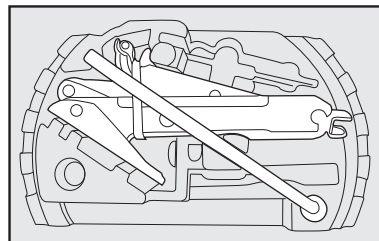

fig. 3
- Saque las herramientas y el crique de su seguro **fig. 3**.